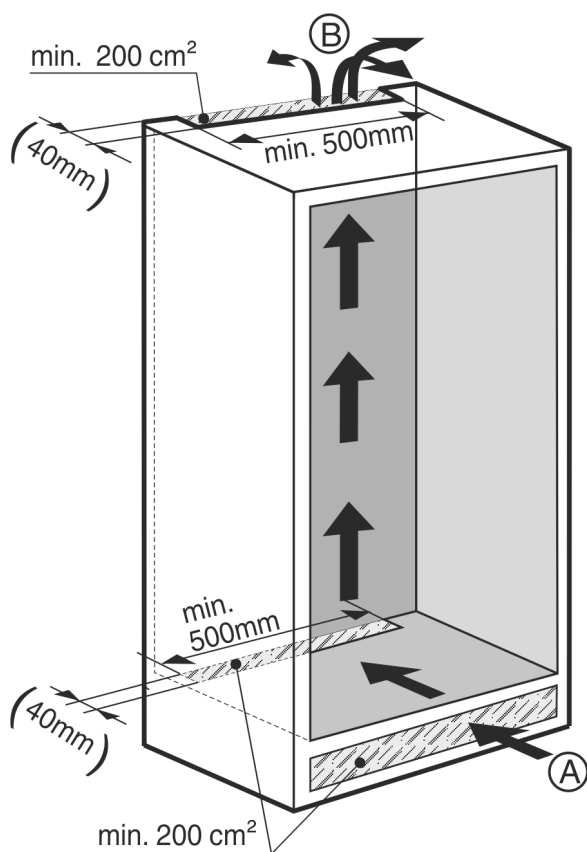

Fig. 3
- Il doit y avoir un espace de ventilation efficace d'au moins 200 cm² par appareil au niveau de l'entrée d'air Fig. 3 (A) et la sortie d'air Fig. 3 (B).